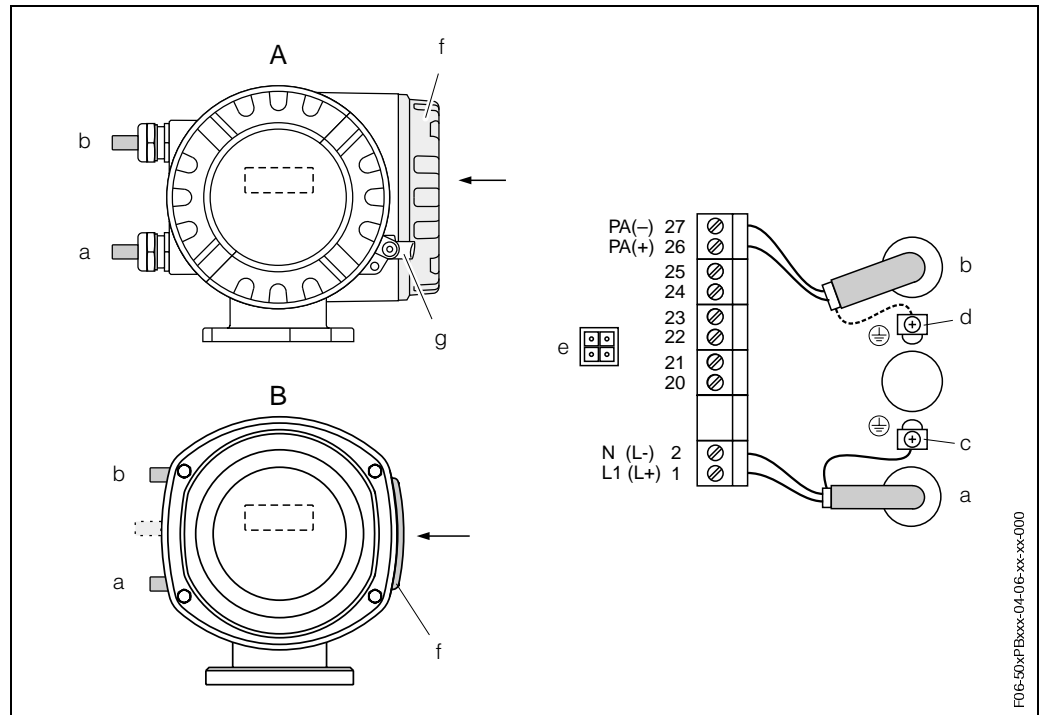
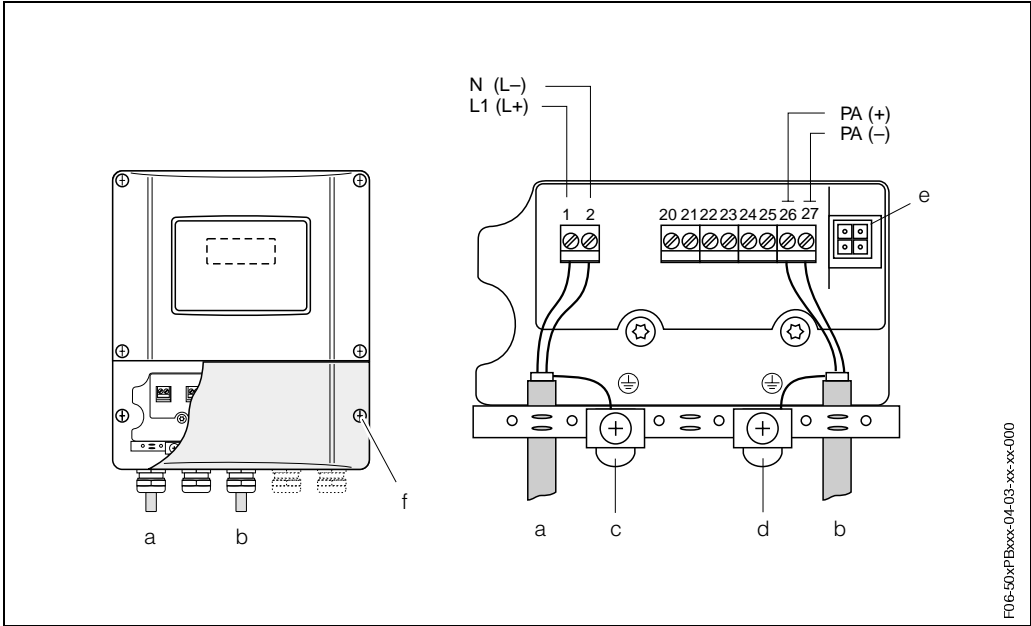

Fig. 32: Conexión del transmisor (cabezal de campo), sección transversal del conductor del cable: máx. 2.5 mm²
Fig. 33: Conexión del transmisor (cabezal para montaje mural), sección transversal del conductor del cable: máx. 2.5 mm2
Procedimiento → Fig. 32, Fig. 33
- Esquema de conexiones (en el caso de cabezales de aluminio y acero inoxidable) → Fig. 32
- Esquema de conexiones (en el caso de un cabezal para montaje mural) → Fig. 33
f Tapa de la caja de conexión fuente de alimentación para la terminación externa (ver Fig. 32)